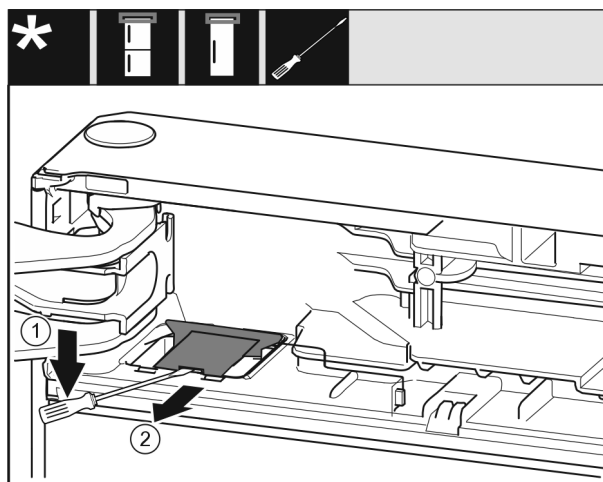

Fig. 7
- Avec un tournevis plat détacher et garder le cache. Fig. 7 (1)
- Sortir le cache. Fig. 7 (2)